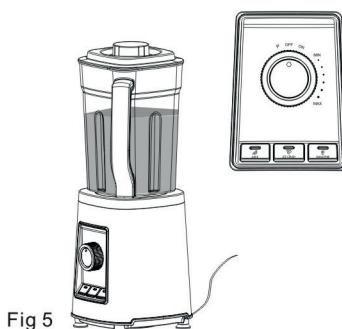

Fig 5
- Vri funksjonsvelgeren (14) til ON, og velg ønsket program eller valgfri trinnløs innstilling. Miksingens starter. Fig. 5.